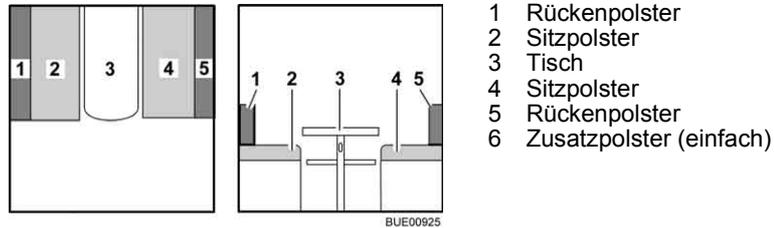

Bild 88 Vor dem Umbau
- Tisch (Bild 88,3) zum Bettunterbau umbauen (siehe Abschnitt 6.11).